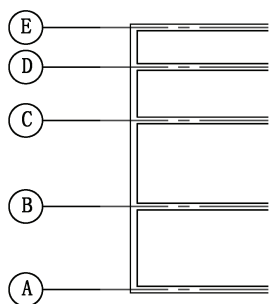

图 7-29 插入带属性的块后的图形
(15) 回车接受默认属性值。
(16) 用同样的方法插入块，分别在“输入立柱编号：”后输入 B、C、D、E，结果如图 7-29 所示。